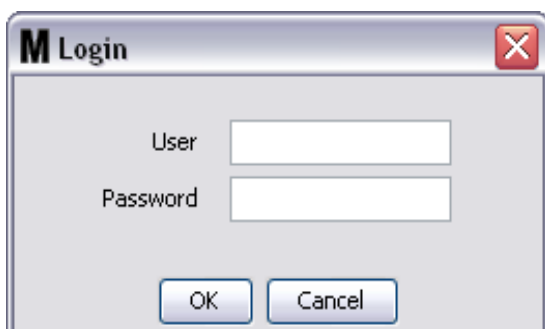

Рис. 115
3. Появится всплывающее окно (Рис. 115) для ввода имени пользователя и пароля.